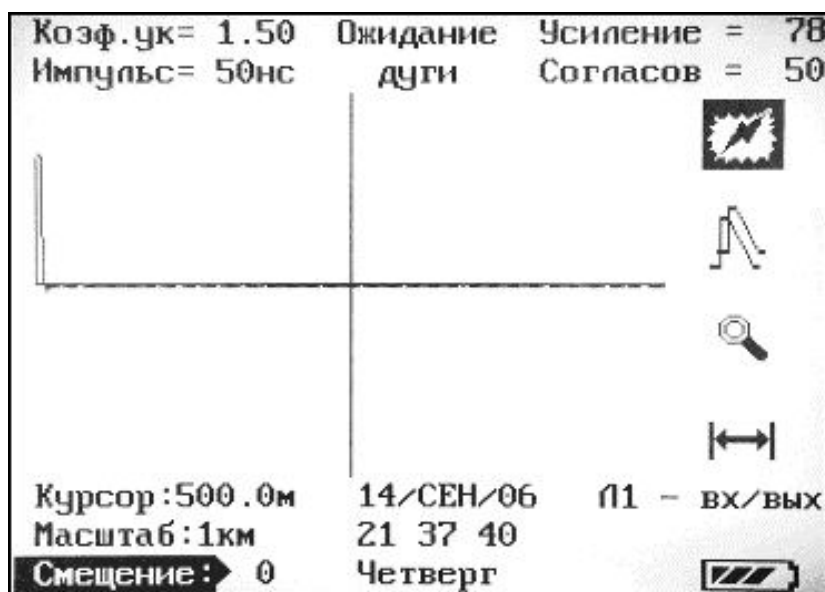

Рисунок 4-3. Окно рабочего режима
4.3.3. Прибор оборудован высококонтрастным жидкокристаллическим графическим дисплеем с разрешением 320x240 точек (рис. 4-3).